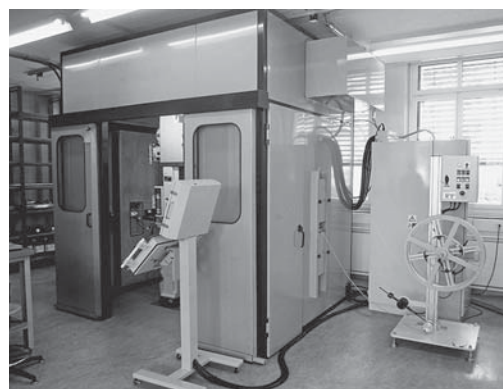

Fig. 1: pressa automatica in una cabina insonorizzata.
2. Il rumore pericoloso per l'udito viene attenuato con adeguate **misure fonoisolanti**? (Fig. 1) sì